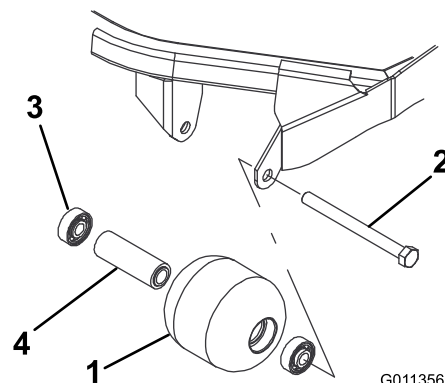

Figure 74
- Retirez le boulon de fixation du galet (Figure 74).
- Vérifiez l'état du logement de roulements, des roulements et de la douille d'écartement (Figure 74) Remplacez les composants endommagés et procédez au remontage.
- Enfoncez le premier roulement dans le logement à la presse (Figure 74). Exercez la pression uniquement sur la bague extérieure ou uniformément sur les bagues intérieure et extérieure.
- Insérez l'entretoise (Figure 74).
- Enfoncez le second roulement dans le logement (Figure 74) en exerçant une pression uniforme sur les bagues intérieure et extérieure jusqu'à ce que la bague intérieure rencontre la douille d'écartement.